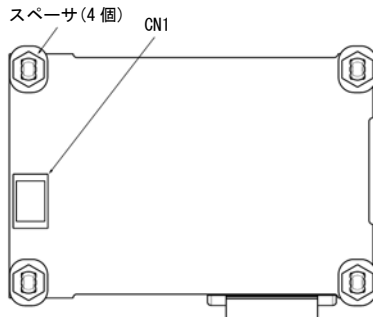

図2 カード裏面
- (2) OPC-F1-PDPの裏面 (図2) のスペーサ (4個) とCN1 をインバータ本体の制御プリント基板のスペーサ取付け穴とPort A (CN4) へ差し込んでください。(図8)